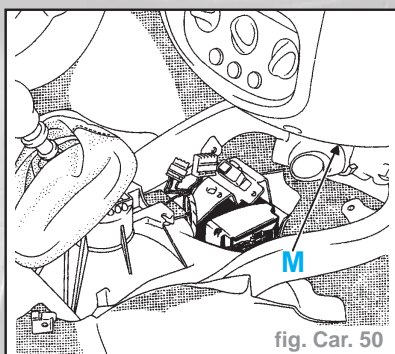

fig. Car. 50
• les trois vis de fixation supérieures (L) de la planche de bord
- Déposer la vis de fixation (M) (fig. Car. 50).